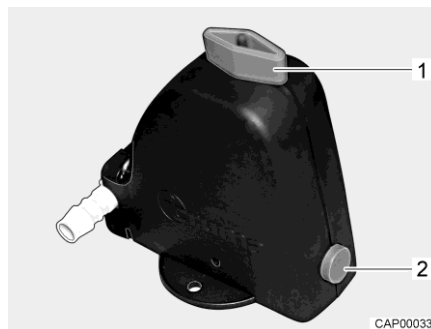
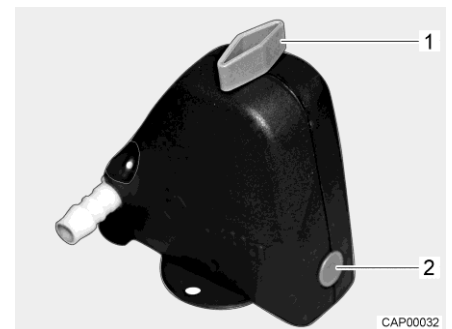

Bild 93 Sicherheits-/Ablassventil geöffnet
Bild 94 Sicherheits-/Ablassventil geschlossen
- Sicherheits-/Ablassventil schließen. Dazu Drehknopf (Bild 93,1) quer zum Sicherheits-/Ablassventil drehen und Druckknopf (Bild 93,2) hineindrücken. Das geschlossene Sicherheits-/Ablassventil ist in Bild 94 dargestellt. Bei Temperaturen unter 6 °C lässt sich das Sicherheits-/Ablassventil nicht schließen.